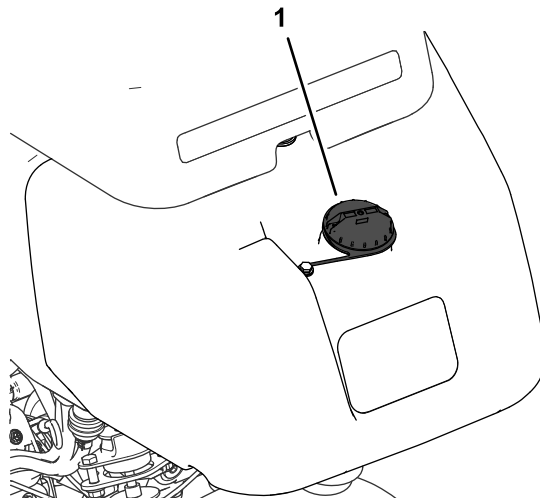

図 27
1. 燃料キャップの周囲をきれいに拭いてキャップを外す  図 27。